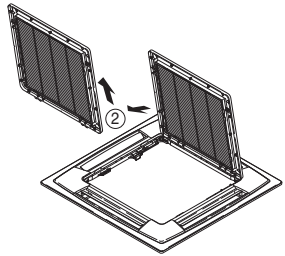

Abb. 7-2
- Bei geöffnetem Lufteinlassgitter das Gitterscharnier von der Deckenverkleidung abnehmen, indem es in Pfeilrichtung ② geschoben wird. (Abb. 7-2) (Das Lufteinlassgitter nach Installation der Deckenverkleidung wieder anbringen.)